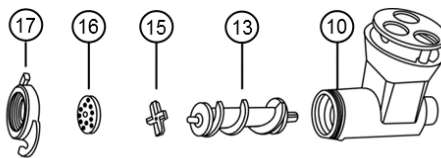

FIG.1 VISTA EXPLOSIONADA DE LA UNIDAD DE MOLIENDA
- 1.- Retire la tuerca (20) girándola en contra de las manecillas. Extraiga el cedazo (19), Navaja (18) y el gusano (16) (Ver Fig 1).